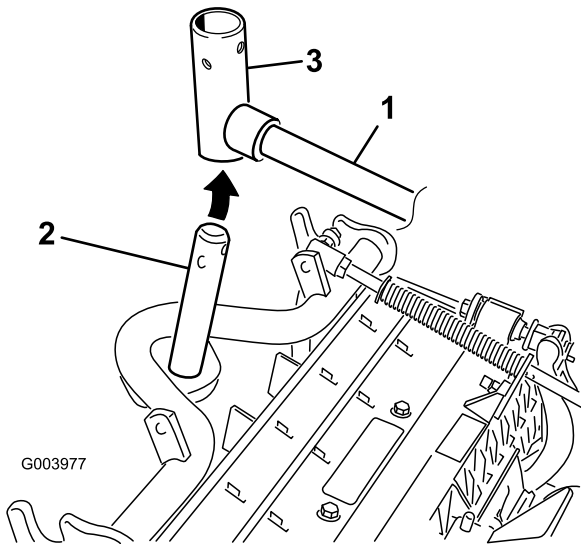

图11
8. 对于前滚刀组在将承载架轴向上插入提升臂轴轭的同时把滚刀组滑到提升臂下方图11。
- B. 将提升臂轭插入承载架轴的上方图11。